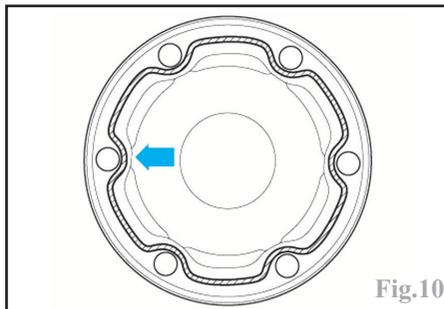

Fig.10
Suivant montage, enduire la surface d'appui du soufflet ou du capuchon sur le joint homocinétique d'un produit d'étanchéité et de collage approprié (par exemple VW D 454 300 A2), à l'aide d'un cordon de Ø 2 à 3 mm (Fig.10).
-enduire la portée du couvercle neuf d'un produit d'étanchéité et de collage approprié (par exemple VW D 454 300 A2), à l'aide d'un cordon de Ø 2 à 3 mm (Fig.10).